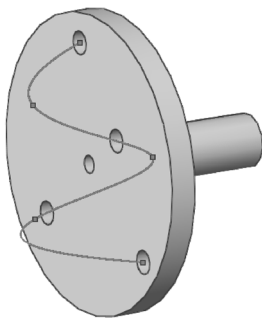

图 7-12 曲线驱动阵列的图形
5) 确认曲线驱动阵列的特征。单击“曲线驱动的阵列”属性管理器中的✓(确定)按钮,结果如图 7-12 所示。